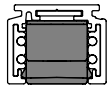
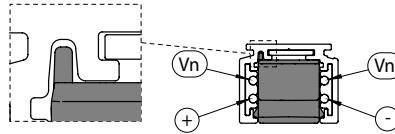
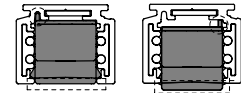

Abb. 10
Abb. 11
Abb. 12
Es existieren zwei Arten von linearen Anschlussstücken: nicht polarisierte (ohne mechanische Blockierung, Code 9503/... Abb. 10) und polarisierte (mit mechanischen Blockierungen, Code 9503-K/... Abb. 11). Falls polarisierte lineare Anschlussstücke verwendet werden, ist beim Einfügen des Anschlussstücks in die Schiene besondere Vorsicht geboten. Wenn es mit korrekt ausgerichtetem Schlüssel eingefügt wurde, schließt es komplett bündig mit der Schiene ab, ohne aus dieser hervorzuragen, und der Schlüssel darf nicht mit der Schiene kollidieren (Abb. 12).
*There are two types of linear joints: the non-polarised version (without mechanical key, code 9503/... Fig. 10) and the polarised version (with mechanical key, code 9503-K/... Fig. 11). If polarised linear joints are used, take special care when inserting the joint into the track; once it has been inserted with the key properly oriented, the joint must lie completely flush with the track without protruding, and the key must not interfere with the track (Fig. 12).*